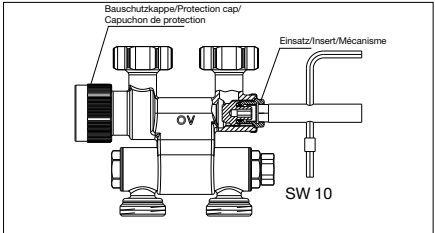

Bild 8 / Illustr. 8 / Fig. 8
2. Desserrer le mécanisme (1/4 pas de vis au maximum) à l'aide de la clé à six pans (clé de 10) en la tournant vers la gauche (Fig. 8).
1. Fermer le raccord en tournant le mécanisme (Fig. 8) vers la droite à l'aide d'une clé à six pans (clé de 10) (10 Nm au maximum).
2. Mit dem Sechskantschlüssel (SW 10) durch Linksdrehen den Einsatz (Bild 8) lockern (max. ¼ Umdrehung).
1. Mit Sechskantschlüssel (SW 10) durch Rechtsdrehen des Einsatzes (Bild 8) die Armatur schließen (max. 10 Nm).